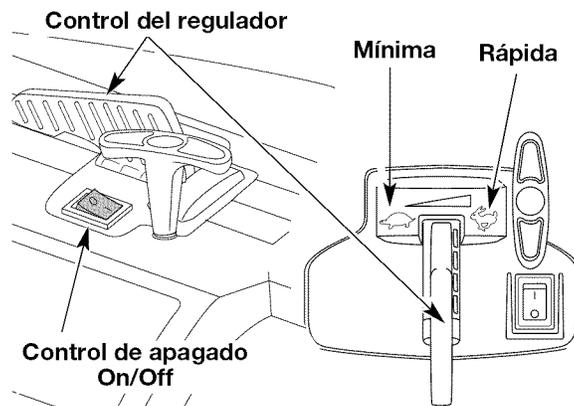
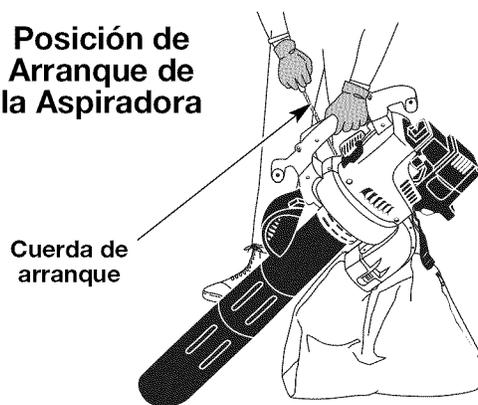

Fig. 10
Fig. 13
4. Ponga la unidad en la posición de arranque (Fig. 12 o Fig. 13). Coloque el control del regulador en la posición de **RÁPIDA** (☛) (Fig.10).